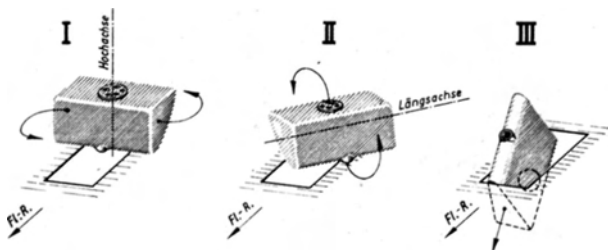

Abb. 8 Ausbau des Schmierstoffbehälters
Um den Behälter herauszunehmen, sind zwei Mann erforderlich, und zwar muß der eine an der Bodenöffnung gegen Flugrichtung stehen, der andere vom Führerraum aus behilflich sein. Der Behälter wird nun von dem an der Bodenöffnung stehenden Mann erfaßt, in der Lage wie er befestigt ist (I) (Abb. 8) etwas nach dem Führerraum zu verschoben, entgegen dem Uhrzeigersinn um die Hochachse so weit gedreht (II), bis er um seine Längsachse wiederum gegen Uhrzeigersinn gekippt werden kann und der Behälterkopf nach unten zeigt. Der Behälter hat jetzt seine alte Lage wieder, nur daß er 180° um seine Längsachse gedreht wurde. Mit Hilfe des im Führerraum befindlichen Mannes wird nun der Behälter, gegen Flugrichtung gesehen, mit der